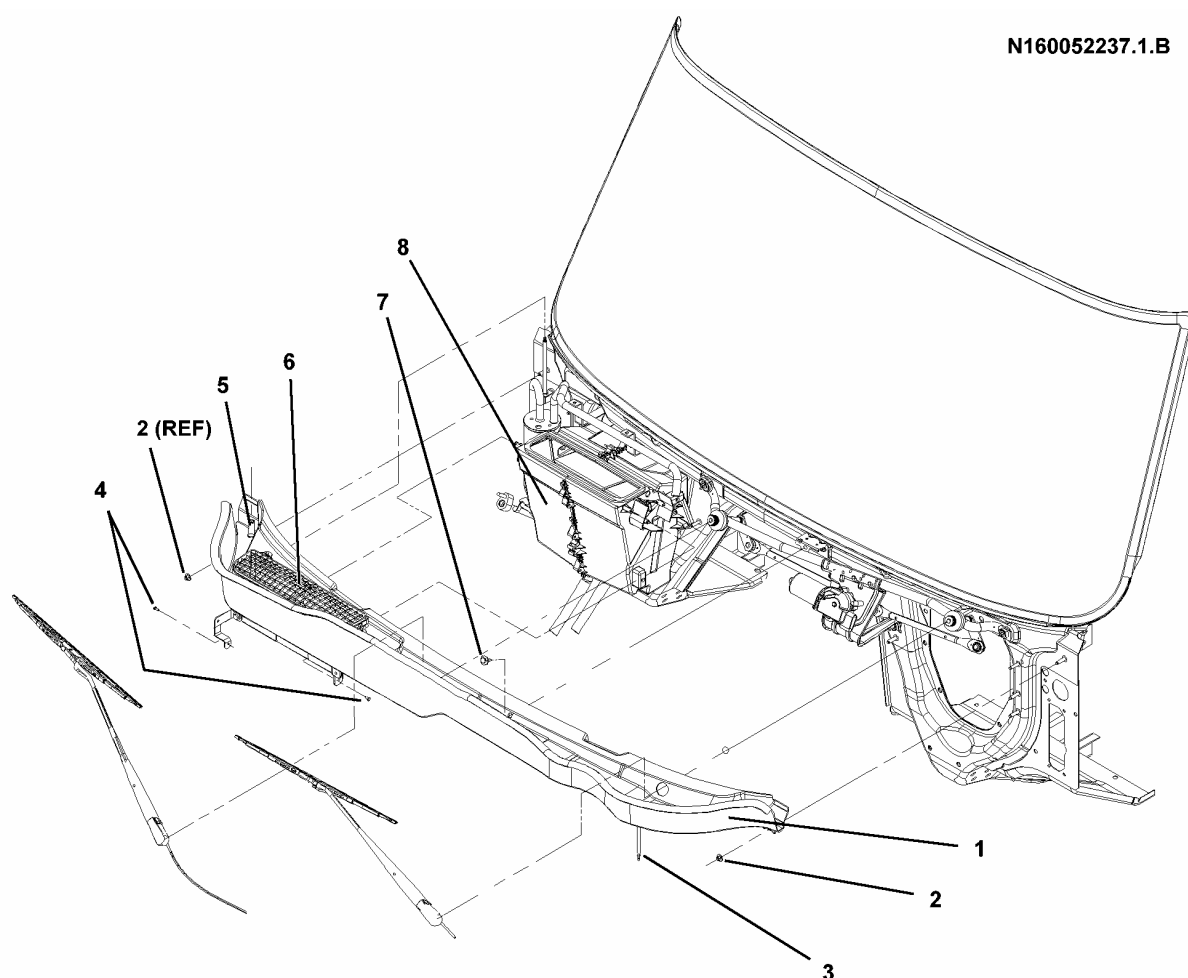
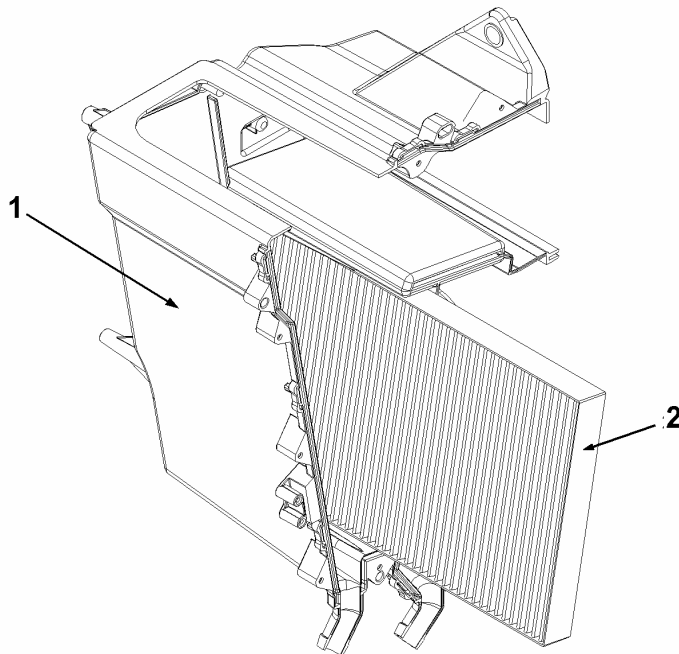

Figura 21 Bandeja de Descarga de la Cubierta/Entrada de Aire del HVAC (Se Muestra la Instalación de Trabajo Moderado)
Figura 22 Vista Interior de la Caja del Evaporador (No se Muestra la Puerta de Recirculado)
NOTA – Refiérase a la Figura 21 mientras realiza los siguientes procedimientos de Retiro e Instalación.
1. Retire la parrilla que cubre la entrada de aire del HVAC (6, Figura 21), ubicada en la bandeja de la cubierta en la base del parabrisas.
- A. Gire la llave de ignición a la posición ENCENDIDO (ON) (No es necesario arrancar el motor),
4. Llegando por la entrada de aire del HVAC, ubicada en la caja del evaporador (1), retire el filtro de aire (2, Figura 22) comprimiendo la parte superior del filtro, inclinándolo hacia el frente, y levantándolo hacia arriba.
1. Con los pliegues del filtro en forma vertical, coloque el filtro (2, Figura 22) dentro de la caja del evaporador (1) a través de la entrada de aire.
4. Instale la parrilla que cubre la entrada de aire del HVAC (6, Figura 21).